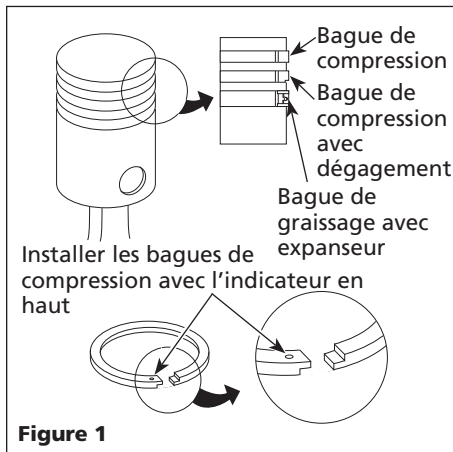

Figure 1
- Installer de nouveaux segments de piston tel qu'indiqué dans la Figure 1. **REMARQUE:** Les bouts du segment expanseur doivent se rencontrer, **NE PAS** les chevaucher.